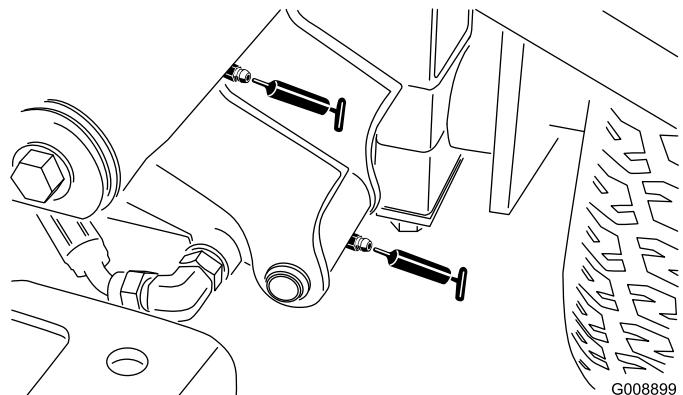

Figura 35
- Perno del braccio di sollevamento sinistro anteriore e cilindro di sollevamento (2) (Figura 35)